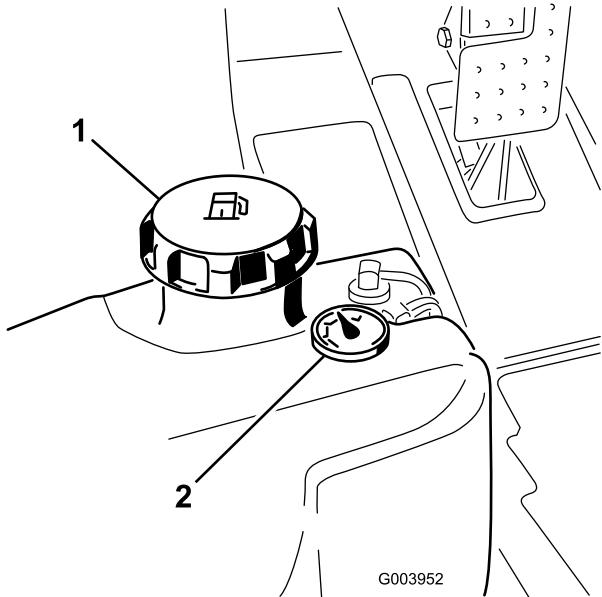

Figura 36
3. Togliete il tappo dal serbatoio carburante (Figura 36).